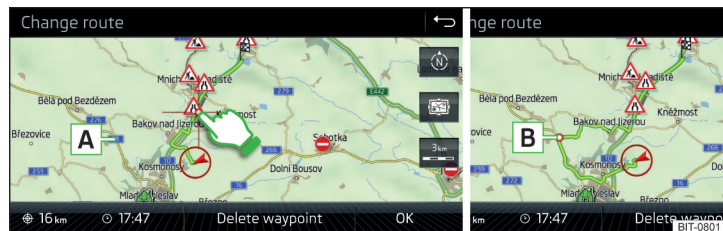

Fig. 220 Modificare traseu pe hartă / punct de trecere traseu
- ▶ Atingeți ecranul în zona traseului și deplasați cruciulița reticulară în zona dorită de pe hartă (de exemplu **A** » fig. 220).
Punctul de trecere **B** » fig. 220 este introdus în traseu.